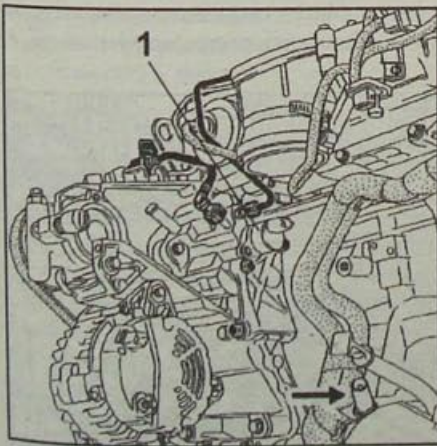

Рис. 4.69. Расположение регулятора давления топлива (1) и место подсоединения манометра с переходником для проверки давления моторного масла
- Отсоедините разъем от регулятора давления топлива (рис. 4.69).